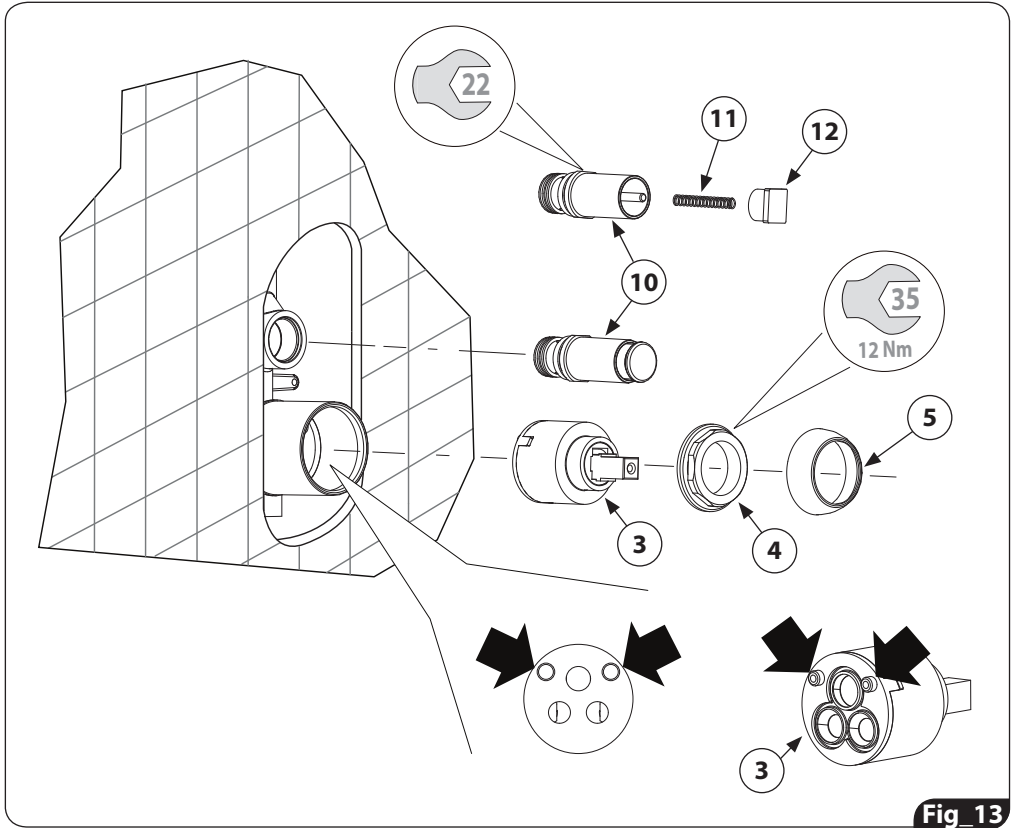
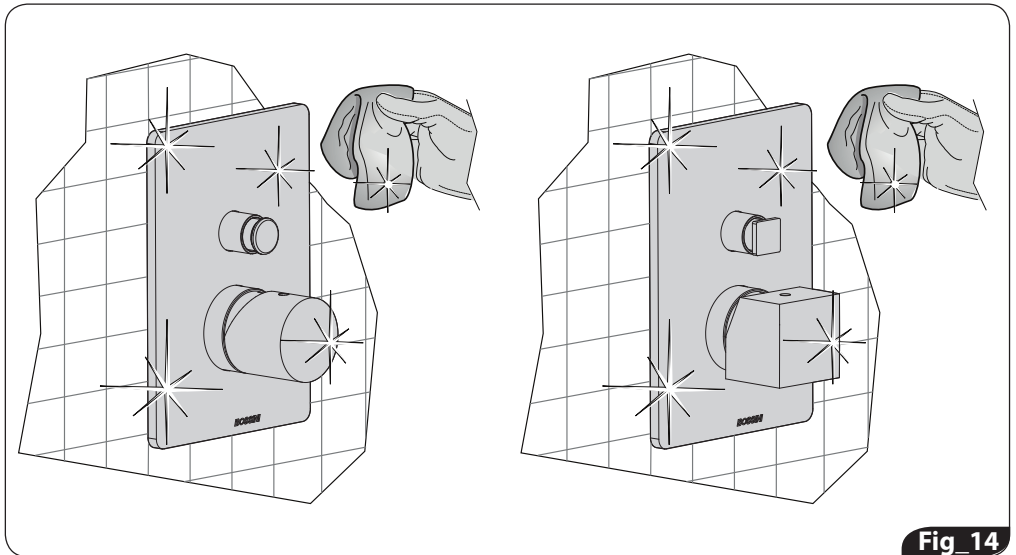

Fig 13
Fig 14
5. Inserire la nuova cartuccia miscelatore (3); prestando molta attenzione ai 2 pioli sporgenti dalla sua base; essi devono entrare nelle apposite sedi (Fig.13). Avvitare la ghiera (4) e serrare applicando una coppia di 12 Nm.
6. Avvitare la ghiera di copertura (5).
7. Svitare la cartuccia deviatore (10) e togliere eventuali residui o incrostazioni formati nel proprio alloggiamento; (Fig.13)
8. Avvitare la nuova cartuccia deviatore (10) e bloccare. (Per versione parti esterne quadre, montare il pomolo solo dopo aver posizionato la piastra di copertura).
10. Posizionare la piastra di copertura (6).
11. Inserire la maniglia miscelatrice e di erogazione (7) tenendo il foro rivolto verso l'alto. Fissarla con l'apposito grano (8) ed inserire tappino (9). Per versione parti esterne quadre, avvitare anche il pomolo (12).
12. Con un panno eseguire una accurata pulizia. (fig.14)
5. Insert the new mixing cartridge (3) paying attention to the 2 pins sticking out from the base; they must be entered in their specific seats (fig. 13). Screw the threaded ring (4) and clamp by applying a force of 12 Nm.
6. Screw the cover threaded bush (5).
7. Unscrew the diverter cartridge (10) and remove any residue or impurities in its seat; (Fig.13).
8. Screw in the new diverter cartridge (10) and lock into place. (For version with square exposed parts, assemble the knob only after positioning of the cover plate).
10. Replace the cover (6).
11. Insert the mixing/on-off handle (7) keeping the hole pointed upwards. Fasten the handle by the specific threaded pin (8) and insert the cap (9). For version with square exposed parts, screw also the knob (12).
12. Clean carefully with a cloth (Fig.14).